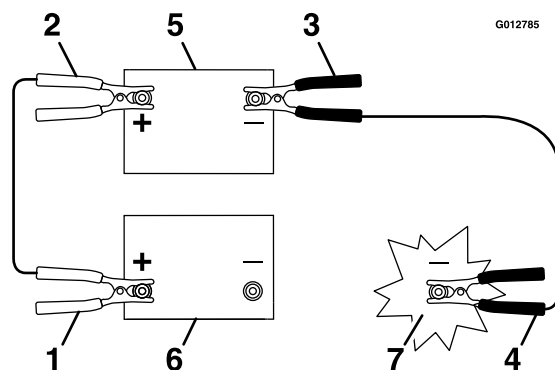

Figura 29
3. Conecte el cable positivo (+) al borne positivo (+) de la batería descargada que está conectado al motor de arranque o al solenoide, según se indica en Figura 29.